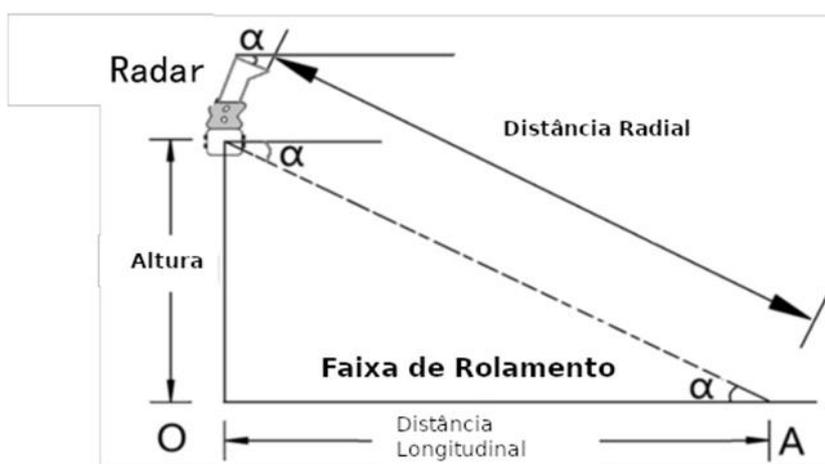
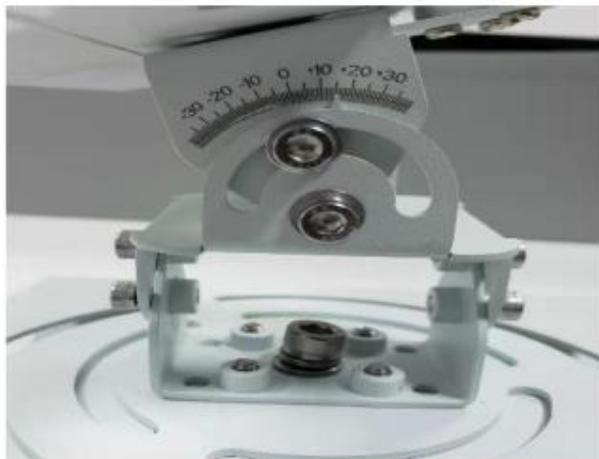

Figura 2 – Diagrama de ajuste do Ângulo de Inclinação
Figura 5 – Detalhe do Ângulo de Inclinação do Radar
- 2) Combinado com a altura de instalação, conforme mostrado na Figura 2, ajuste a atitude do radar de modo que o ângulo de inclinação α do radar seja igual ao valor do ângulo fornecido na tabela, e o ângulo de inclinação final seja $(\gamma+\alpha)$ na escala lateral, com o erro permitido de $\pm 1^\circ$. Se o radar for instalado a uma altura de 7 metros H, o ângulo de inclinação inicial é 0° e o ângulo de inclinação do radar $(\alpha+\gamma)$ é 15° (Figura 5).